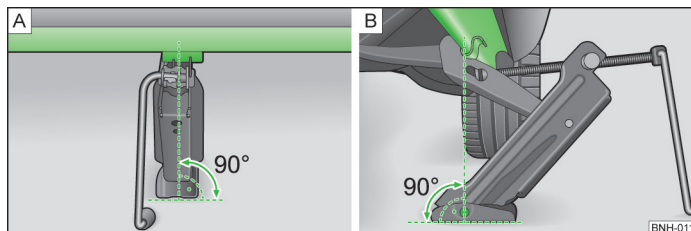

Abb. 114 Wagenheber ansetzen
- Den Wagenheber so ansetzen, dass die Klaue den Steg » Abb. 114 - B unter der Einprägung in der Seitenfläche des Unterholms umfasst.
- › **Abb. 114** zur Stelle, an der die Klaue den Steg umfasst, befindet.